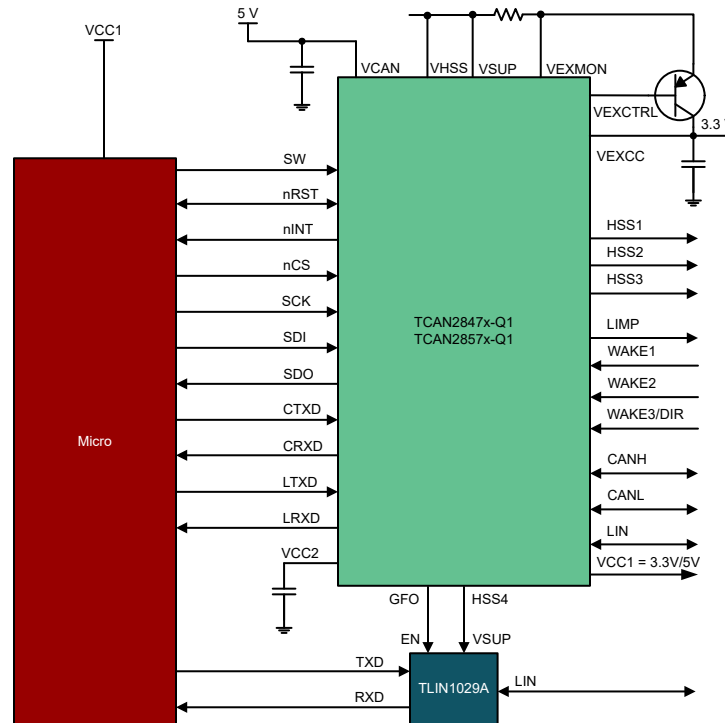
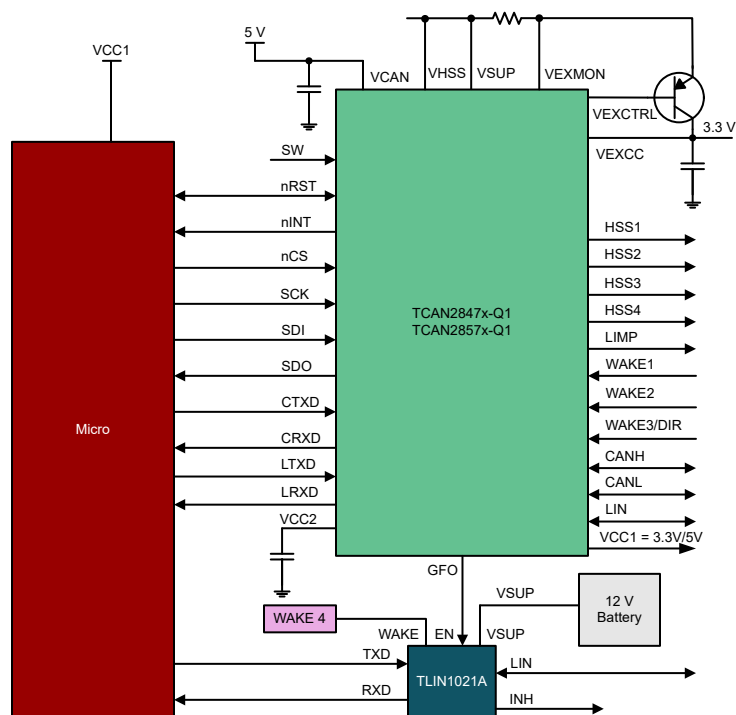

図 9-3. チャネル拡張シンプル LIN トランシーバ
図 9-4. チャンネル拡張強化 LIN トランシーバ
- TCAN2857-Q1 を LIN トランシーバと組み合わせて使用することで、1 つの CAN FD トランシーバと 2 つの LIN トランシーバを構成できます。図 9-4 を参照してください
図 9-3 および 図 9-4 に、TCAN2855-Q1 または TCAN2857-Q1 が外部 LIN トランシーバを制御する方法の概略図を示します。どちらの図にも、トランシーバに電力を供給するハイサイドスイッチ (HSS) が示されています。TCAN285x-Q1 がスリープモードになると HSS はオフになり、トランシーバへの電源がオフになります。これが望ましくない場合は、トランシーバ VSUP をデバイスと同じ VSUP 電源に接続できます。LIN トランシーバを制御するようにデバイスを構成するには、以下のレジスタとビットを構成する必要があります。